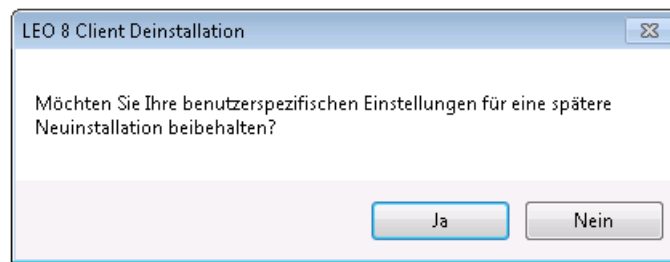

Abbildung 3.4: Installation: Client Deinstallation
4. Beim Erscheinen der Nachfrage wie in Abbildung 3.4 auf Seite 25 bestätigen Sie mit **Ja**.
8. Beim Erscheinen einer wie in Abbildung 3.4 auf Seite 25 gezeigten Nachfrage bestätigen Sie ebenfalls mit Ja.